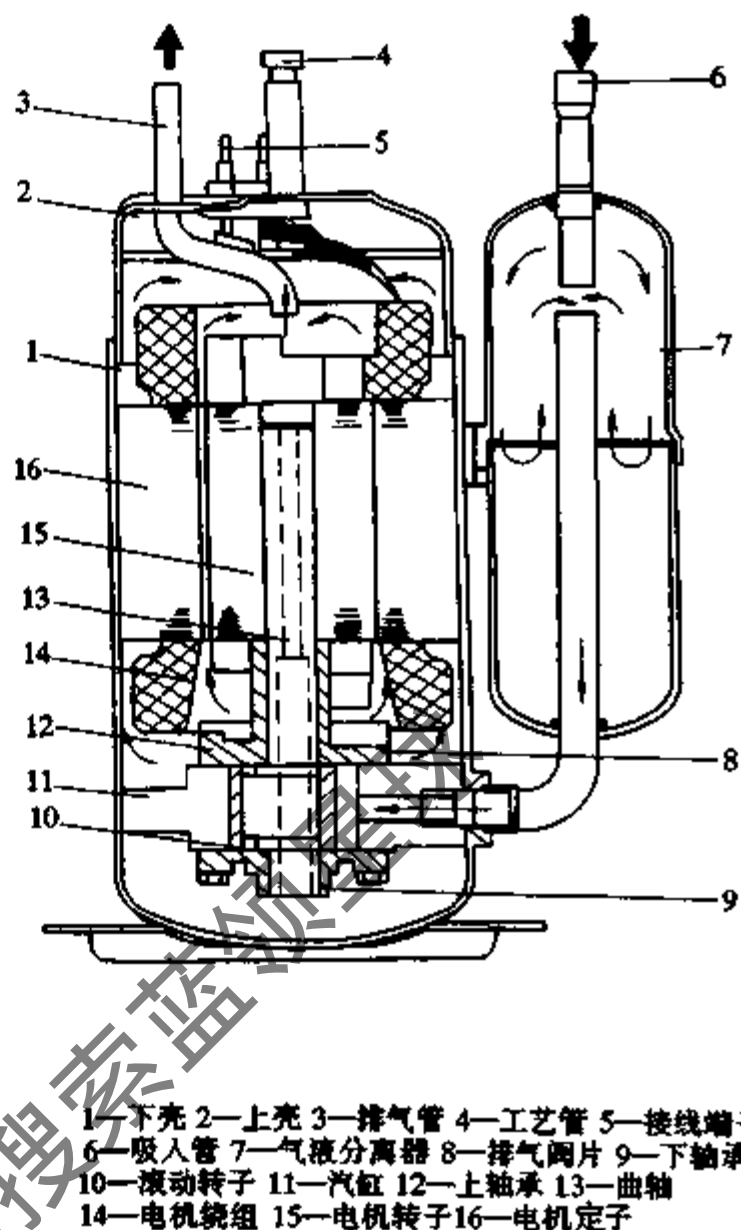

图 2-12 旋转式压缩机结构图
(1) 旋转式压缩机结构。空调器用的旋转式压缩机由壳体组件、电动机组件和压缩机组件三部分组成。壳体组件是由上下壳、接线端子及气液分离器、排气管、工艺管等组成。电动机在壳体内部的上部，压缩机在下部，底部注有润滑油。压缩机工作时，蒸气直接进入吸气腔，压缩后的气体排入壳体内，使壳体内处于高温高压状态。电动机组件由定子绕组和电动机转子组成，属于单相两极感应电机。压缩机组件由汽缸、曲轴、滚动转子、上下轴承、排气阀片、叶片和叶片弹簧等组成，见图 2-12。
(2) 旋转式压缩机的工作原理。旋转式压缩机的滚动转子和滑块把汽缸内腔分成吸气腔和排气腔两部分。当曲轴转动时，滚动转子也随之旋转，通过两个月牙形吸气腔和排气腔容积的周期性变化，不断地从蒸发器内吸入低温低压蒸气，压缩后的高温高压蒸气由排气阀排出，形成制冷系统的工作循环。